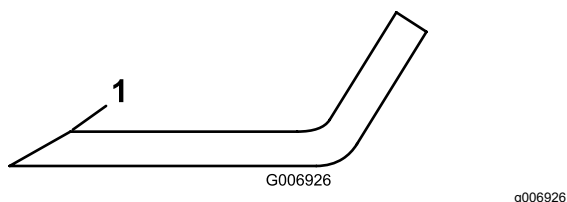

Figure 72
4. Examinez le tranchant de toutes les lames et affûtez-les s'ils sont émoussés ou ébréchés ; affûtez uniquement le haut du tranchant et conservez l'angle de coupe d'origine pour obtenir une coupe nette (Figure 72).